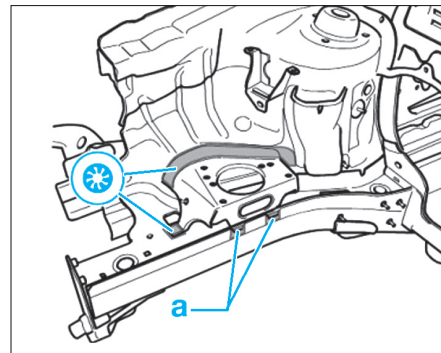

FIG. 3
- Réaliser les points de soudure "a" (Fig.3) de l'extérieur.